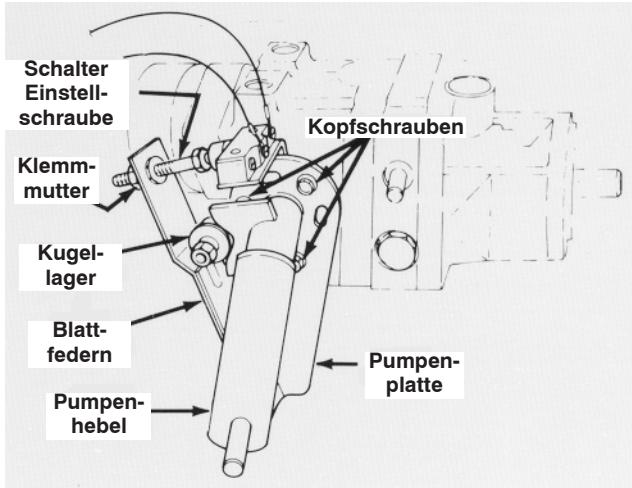

Bild 60
1. Stellen Sie die Maschine auf einer ebenen Fläche ab und stellen Sie den Motor ab. Aktivieren Sie die Feststellbremse, kippen Sie den Sitz nach vorne und betätigen Sie den Pumpehebel (Bild 60), um sicherzustellen, dass die Pumpe richtig positioniert ist und ungehindert funktioniert. Korrigieren Sie etwaige Abweichungen.
6. Da sich das Rad dreht, muss die Pumpenplatte eingestellt werden. Stellen Sie vor dem Einstellen der Pumpenplatte den Gasbedienungshebel auf LANGSAM. Wenn sich das Rad nach vorne dreht, lösen Sie die Kopfschrauben und bewegen die Unterseite der Pumpenplatte ein wenig nach links (Bild 60). Wenn sich das Rad jedoch nach hinten dreht, bewegen Sie die Pumpenplatte nach rechts (Bild 60). Wenn sich das Rad nicht mehr dreht, ziehen Sie die Kopfschrauben an, mit denen die Pumpenplatte gegen die Seite des Getriebes gedrückt wird. Prüfen Sie die Einstellung mit dem Gasbedienungshebel auf LANGSAM und auf SCHNELL.
- Das Kugellager ist nicht ordnungsgemäß befestigt oder abgenutzt (Bild 60).
- Blattfedern sind zu schwach oder beschädigt (Bild 60). Tauschen Sie sie aus.
2. Betätigen Sie den Pumpehebel (Bild 60), um sicherzustellen, dass alle Teile ordnungsgemäß funktionieren und richtig positioniert sind.
3. Lösen Sie dann die Klemmmutter. Drehen Sie die Einstellschraube für den Schalter (Bild 60) bis ein Abstand zwischen dem Schraubenkopf und der Schaltertaste besteht.